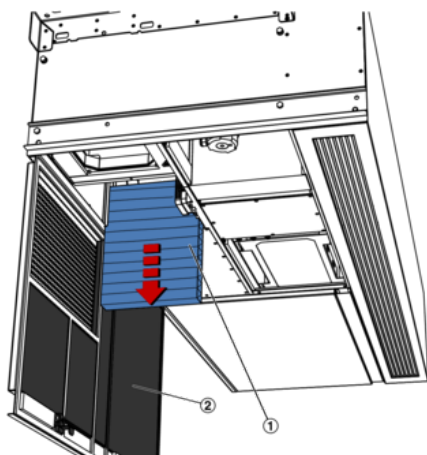

Abb. 68: Abluftfilter
7. ▶ Abluftfilter (Abb. 68/1) nach unten heraus ziehen.